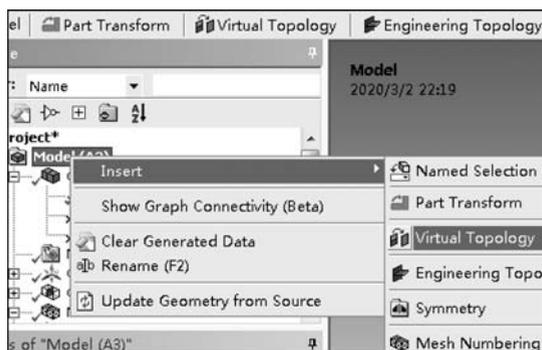
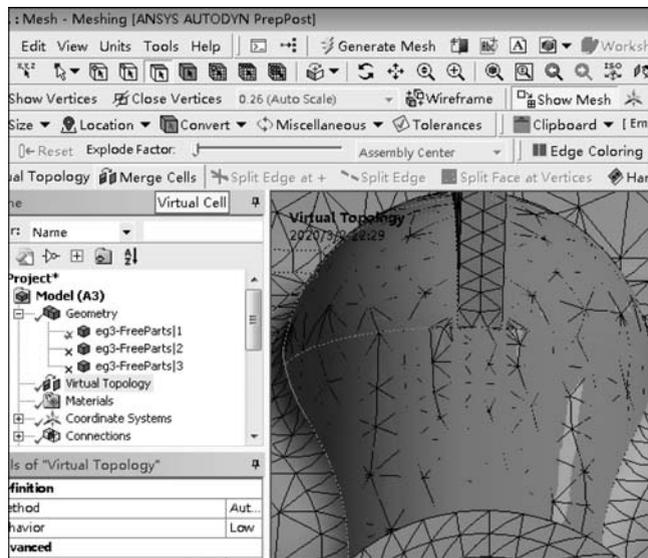

图 3.63 添加虚拟拓扑
图 3.64 合并单元
(10) 使用虚拟拓扑功能,能够将一些短边、窄面用大块的几何实体替换,同样可以起到 Pinch 网格的功能,两者多数情况可以替换,若一种方式失败,则可使用另一种方式再重新尝试。加强筋两侧与加强筋相交的面处网格质量较差,因此可使用虚拟拓扑改善此处的网格质量。如图 3.63 所示,在 Model 上右击并选择 Virtual Topology 命令,切换到面选择模式,选中如图 3.64 所示的面,选择工具栏中的 Merge Cells,然后重新生成网格。